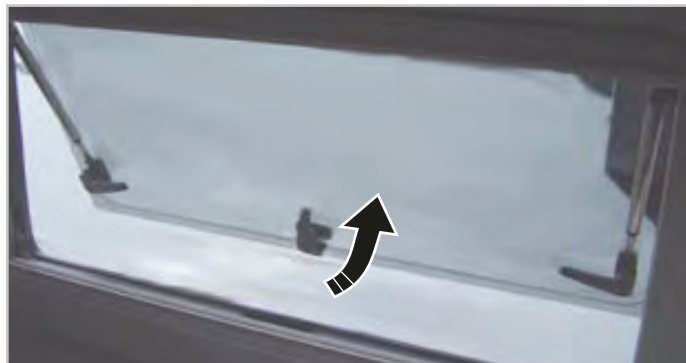

Fig.6.3 - Apertura finestra
3. Aprire la finestra spingendola dal centro fino alla posizione desiderata (Fig.6.3), la finestra rimarrà bloccata automaticamente.